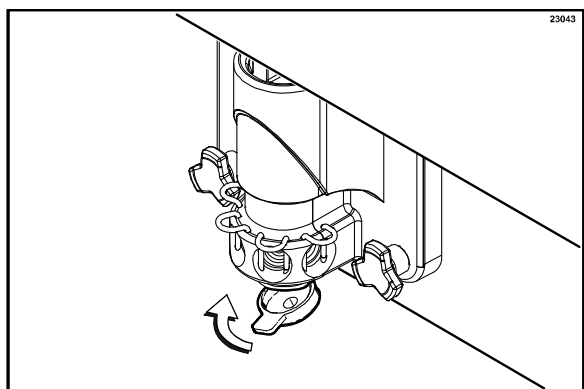

Figura 126
16. Encaixe a tampa do restritor sobre a extremidade da saída de produto da porta do cilindro e instale os pinos de retenção das válvulas de cobertura. (Veja a Figura 126.)